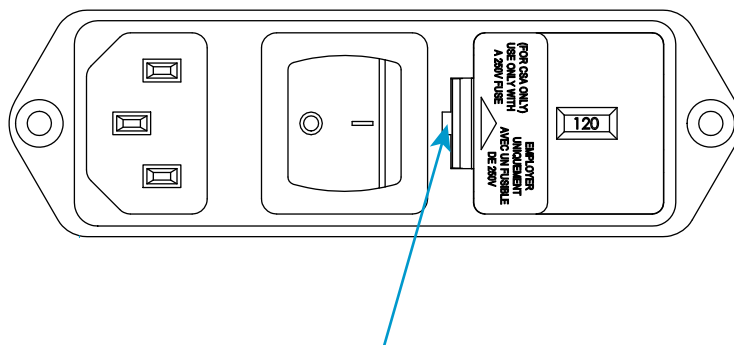

Figure 5. Déboîtement du porte-fusible
2. Insérez un petit tournevis plat dans la fente indiquée par Figure 5 à la page 38 et faites levier sur le porte-fusible.